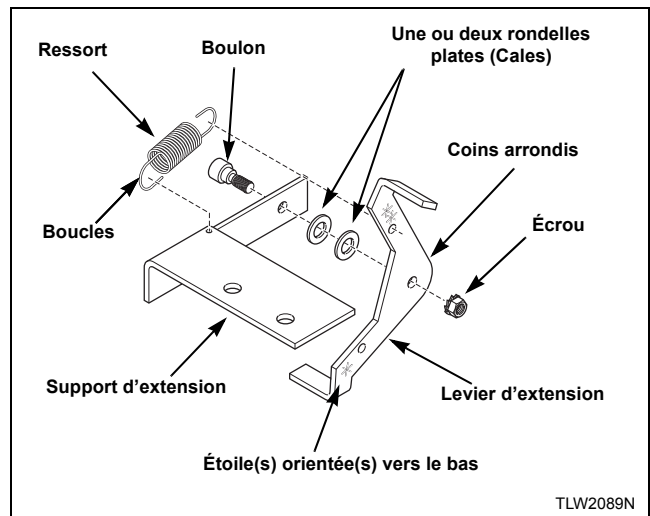

Figure 14
4. Installer le levier d'extension avec les coins arrondis éloignés du support d'extension, en utilisant un boulon, une ou deux rondelles (cales) (utiliser toutes les rondelles incluses dans le kit) et un écrou. Se reporter à la *Figure 14*. Vérifier que les rondelles sont à plat contre le support.
6. Installer le ressort d'extension dans le trou du support ainsi que dans le trou situé dans le bras supérieur du levier. Se reporter à la *Figure 14*.